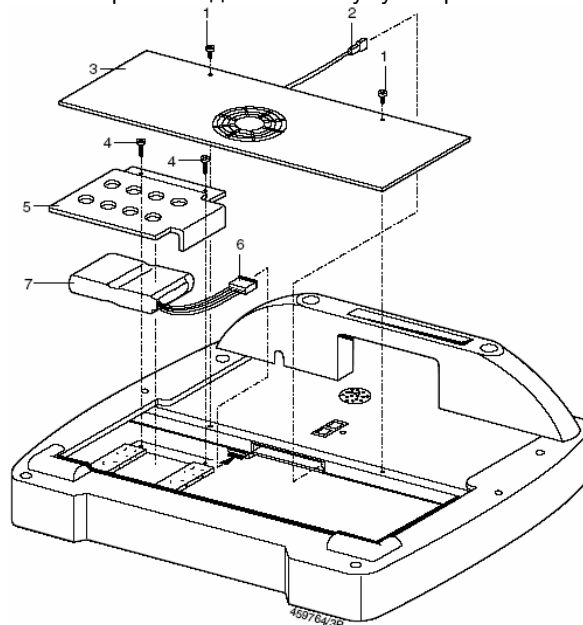

Рис. 8. Замена аккумулятора.
1. Отключить устройство KTS (рис. 8).